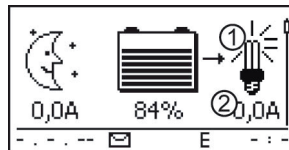

Fig. 15 Contenu de l'écran après la mise en service de la sortie de charge
3. ➔ Connectez la sortie de charge. La lampe ① (Fig. 15) apparaît à l'écran.
4. ➔ Mettez en marche les appareils consommateurs. Le courant des appareils consommateurs ② s'affiche à l'écran à partir de 0,1 A.
5. ➔ Si Fig. 15 ne s'affiche pas, contrôlez l'installation et éliminez le cas échéant l'erreur comme décrit dans le chapitre 15.